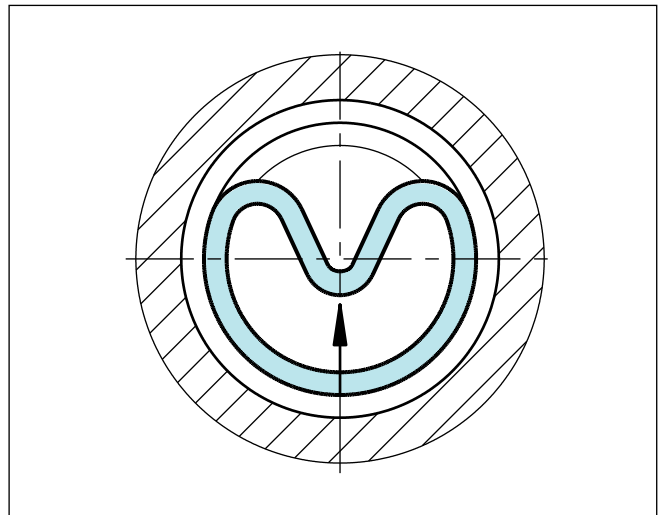

Bild 117 Einlegen des Dichtringes in die geschlossene Nut
- Dichtring in zusammengedrückter Form in die Nut einlegen und in Pfeilrichtung (Bild 117) gegen den O-Ring andrücken.